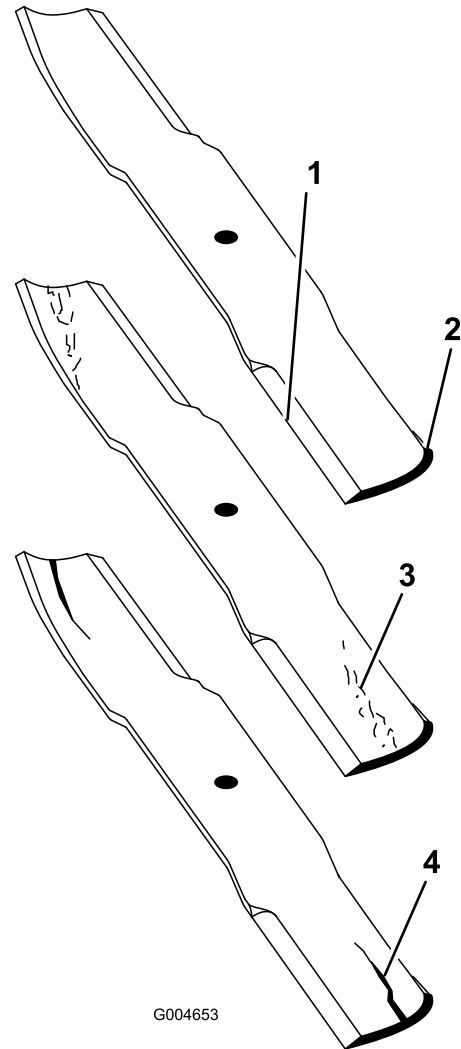

Figure 86
- Examinez attentivement les tranchants de la lame, particulièrement au point de rencontre des parties plane et relevée (Figure 86). Le sable et les matières abrasives peuvent éroder le métal à cet endroit, c'est pourquoi il est important de contrôler l'état de la lame avant d'utiliser la tondeuse. Remplacez la lame si elle vous semble usée (Figure 86).